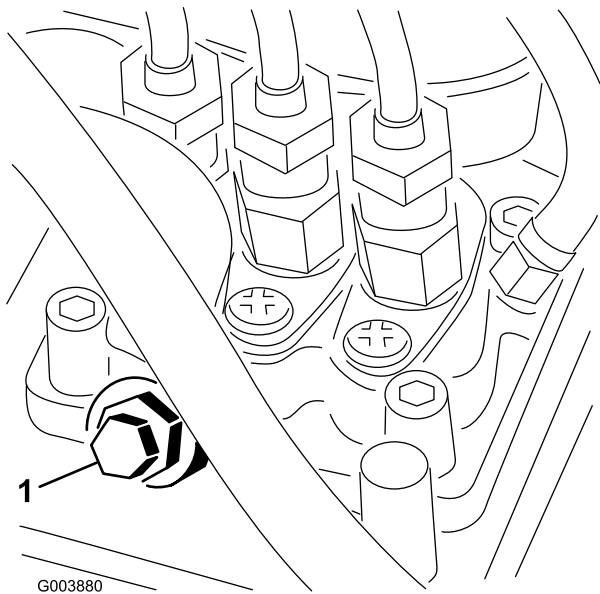

Figure 17
3. Desserrez la vis de purge sur la pompe d'injection (Figure 17).